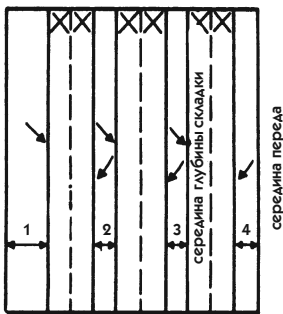

Рис. 189
1. Снимите копию с лекала 188. Обозначьте номер каждой полосы (1, 2, 3, 4), затем перейдите к рис. 189 и перенесите на свой чертеж линии, стрелки и крестики в те же места.
- Перегните левый край полосы 1 и совместите сгиб с первой пунктирной линией, обозначающей середину глубины складки (рис. 189).
Возможно, вам захочется поместить край складки как раз на срединную линию, и в этом случае следует добавить необходимую глубину справа от детали 1 на рис. 189.